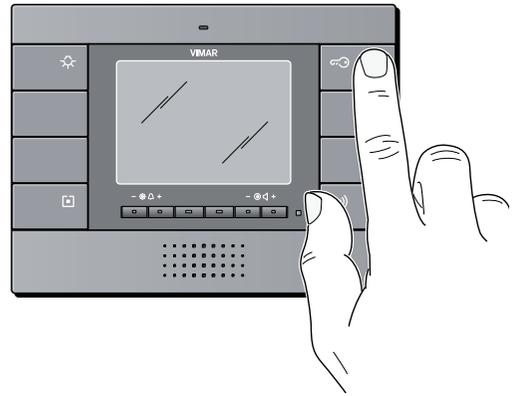

Figure 12
- Appuyer et maintenir appuyé pendant 5 secondes la **touche B** (fonction gâche) (figure 12);